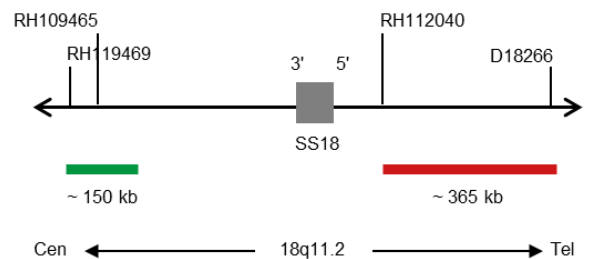

Abb. 1: SPEC SS18 Sondenlokalisierung (nicht maßstabsgetreu)
- Digoxigenin-markierten Polynukleotiden (~0,5 ng/ μ l), die gegen Sequenzen in 18q11.2* (chr18:23,109,942-23,262,464) gerichtet sind, welche proximal zur SS18-Bruchpunktregion lokalisiert sind (siehe Abb. 1).
- Dinitrophenyl-markierten Polynukleotiden (~0,75 ng/ μ l), die gegen Sequenzen in 18q11.2* (chr18:23,772,255-24,137,169) gerichtet sind, welche distal zur SS18-Bruchpunktregion lokalisiert sind (siehe Abb. 1).